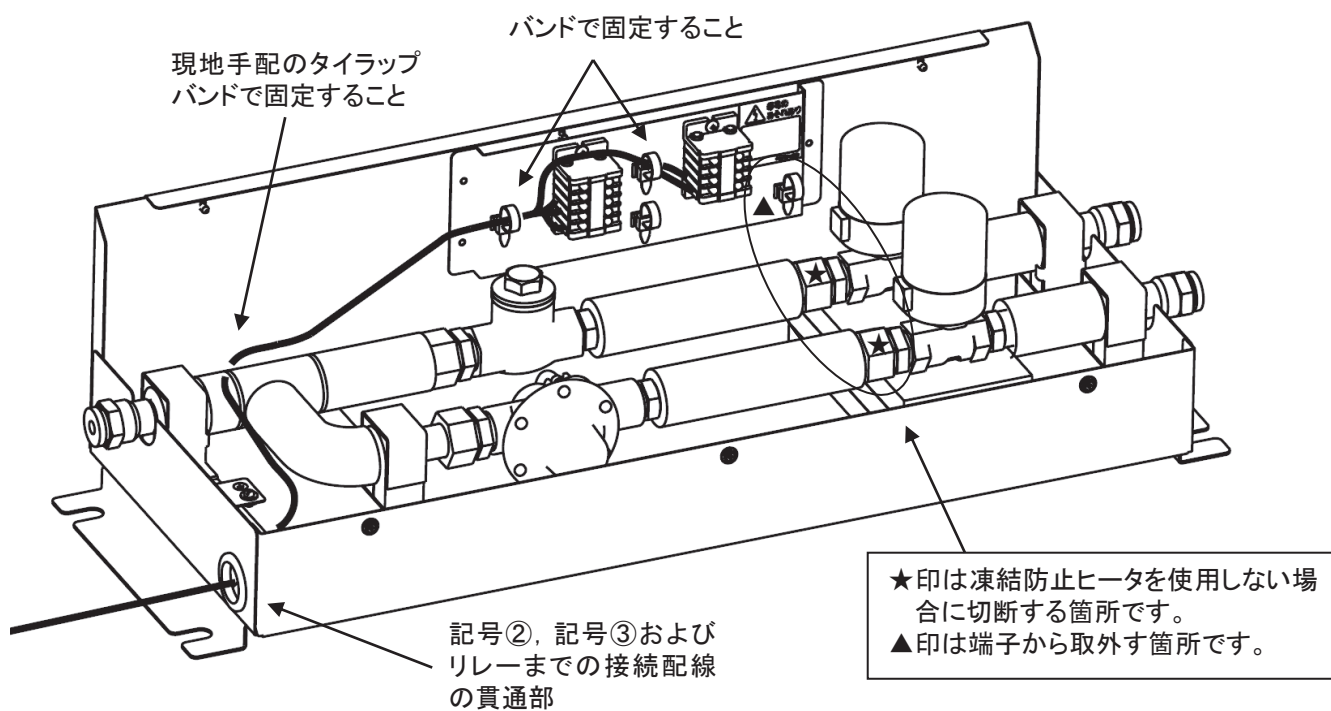
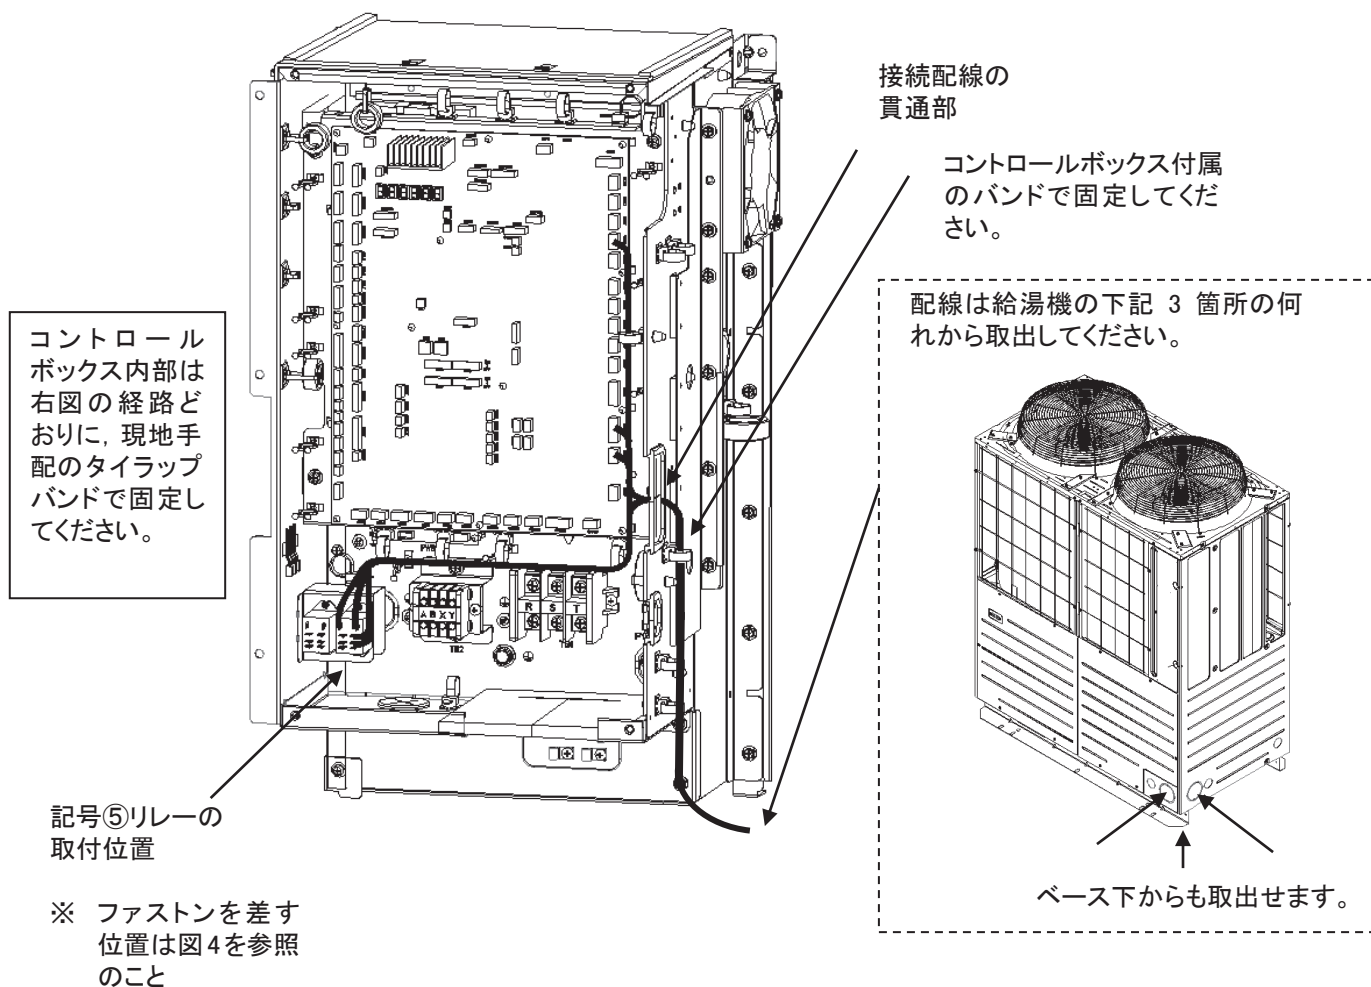

図 2. 入水管セット配線経路図
図 3.コントロールボックス内配線経路図
コントロールボックス部の配線の経路は図3、入水管セット内の配線の経路は図2のようにしてください。
7. 凍結防止ヒータが不要の場合は、入水管セット内にあらかじめ固定されているL1、L2端子から配線を取外し、ヒータ2箇所の根本（パイプインシュレーションから出ている配線）をニッパで切断し、破棄してください（図3参照）。結線が間違っていないかを、図4で確認してください。給湯機側のコントロールのフタおよびサービスパネルを閉めてください。入水管セット側のフタを閉めてください。給湯機の据付説明書にしたがって、試運転を実施してください。
8. 給湯機のコントロールボックスのフタを開けて、記号⑤を記号⑥×2個でコントロールボックス内に図3のように固定してください。リレー端子の番号7、8が上になるように取付けてください。記号④を制御基板のCNH2とリレー端子の7と8に取付けてください（極性はありません）。
9. ヒータASSYの端子L1、L2に接続されている10mの配線の端部（ファストン端子）をコントロールボックスまで引き回して、先端の端子部をコントロールボックス内のリレー（記号⑤）の3と5に接続してください（ヒューズがついているハーネス側を5に接続してください）。コントロールボックス部の配線の経路は図3、入水管セット内の配線の経路は図2のようにしてください。